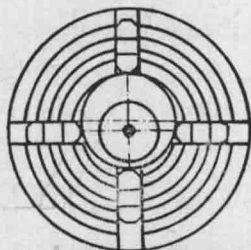

图 11 装夹偏心工件的方法。
4. 把划好线的工件装在四爪卡盘上，让偏心圆占据中心位置。在装夹时最好先调节卡盘的两爪到对称位置，另两爪偏移偏心距 e 的距离（图 11）。